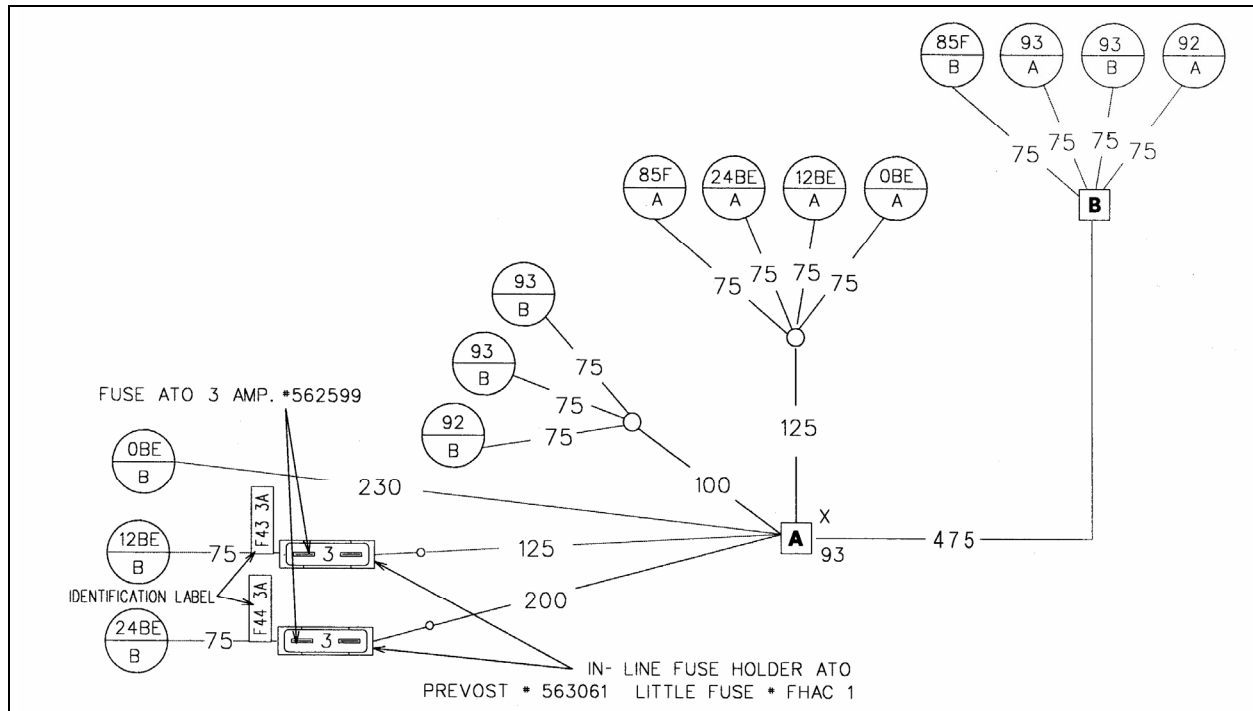

FIGURE 1 : RALLONGE #065419
6. Brancher la rallonge (voir figure 1) :